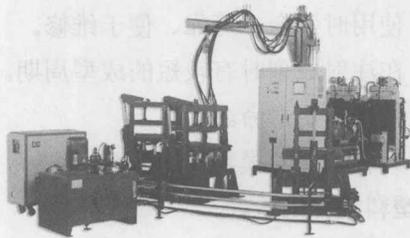

图 1-17 发泡成型
- 发泡成型：发泡成型是利用发泡剂与塑料材料混合，施以加热方式发生物理或化学变化，发泡剂分解生成气体，将熔融于塑料材料中，由于溶解气体的急速汽化而发泡。因采用的塑料材料不同，发泡的方式也会有所不同，如图 1-17 所示。